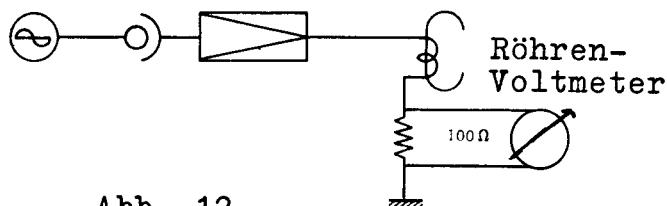

Abb. 12
- 3) Das Instrument soll bei 40 μ A Aufnahmekopf-Strom "0" anzeigen (s. Abb. 12).